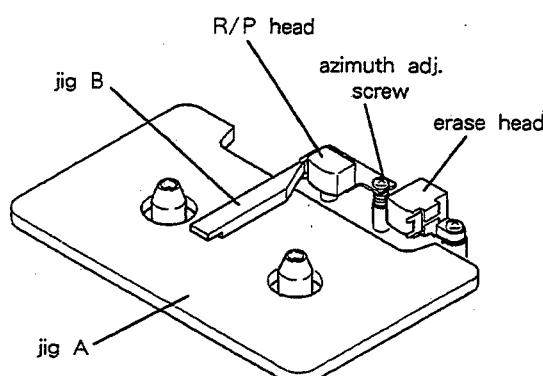

Fig. 2-7
- 1). Set jig A as shown in Fig. 2-7, then set the deck to PLAY mode.
- 5). Play back the 10 kHz signal on test tape MTT-256, then adjust the azimuth adjustment screw (Fig. 2-7) so that the phase difference between the L and R channels is 0°.
- 1). 図2-7のように治具 A をセットし、PLAY モードにする。
- 5). テスト・テープ MTT-256の10kHzを再生して、LchとRch の位相差が 0° になるようにアジャス調整ネジ(図2-7)で調整する。